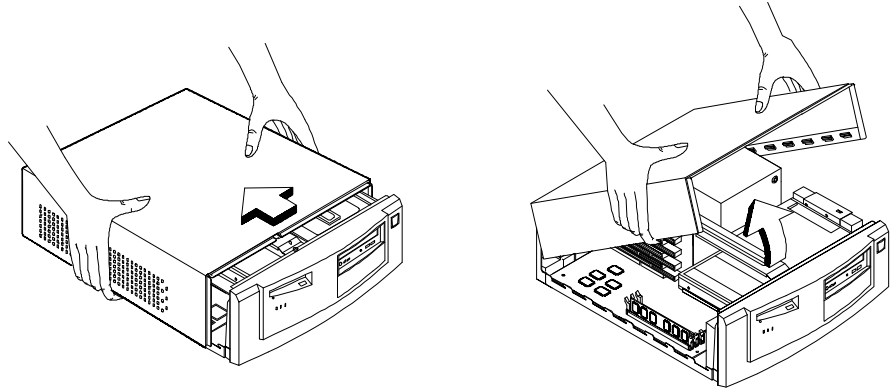

Abbildung 4-3 Gehäuseabdeckung entfernen
4. Drücken Sie die Gehäuseabdeckung etwas nach hinten, wie in Abbildung 4-3 angezeigt ist.